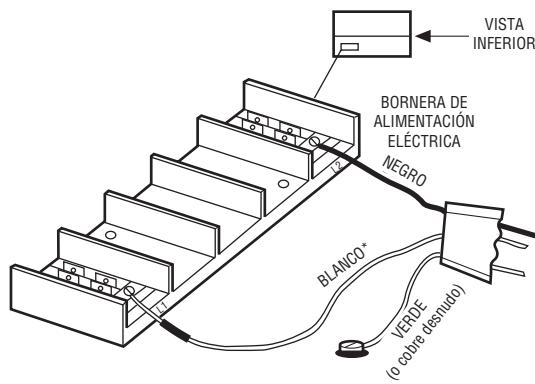

Figura 6 *NOTA: la unidad es de 240/208 volts. Cuando se use un cable de dos conductores con tierra, el cable blanco debe marcarse como negro.
3. Conecte el cable a la bornera de alimentación eléctrica, ubicada en la base del calefactor (vea la Figura 6).